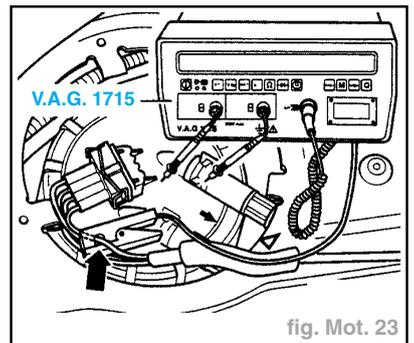

fig. Mot. 23
- A l'aide de la pince électrique, brancher le multimètre **V.A.G. 1715** sur le câble rouge/blanc du câblage (fig. Mot. 23).